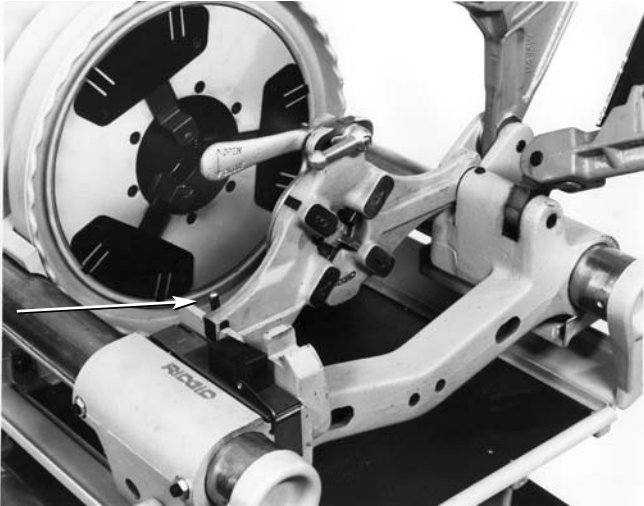

Figure 8 – Loquet de verrouillage sur tête de filière pour pas à gauche
9. Sur les têtes de filière N° 713 et N° 913 (Figure 8), ouvrez le loquet de verrouillage et ramenez la tête de filière en position relevée.